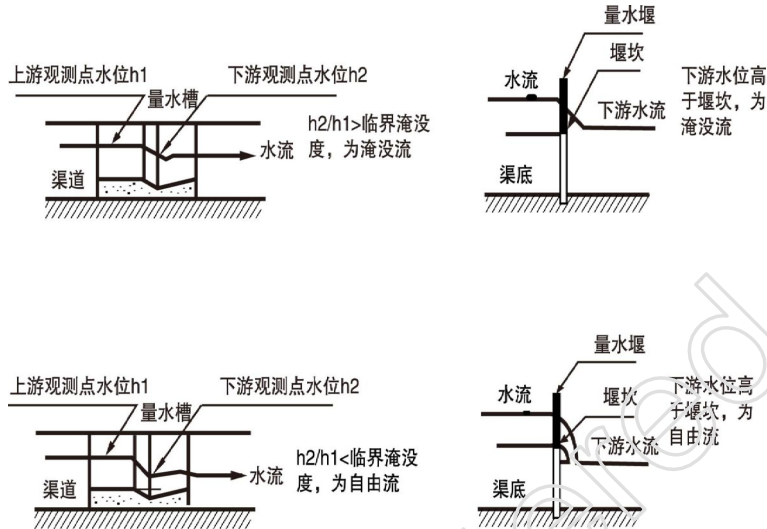

图 4.4.1、自由流与淹没流
- ①. 量水堰槽的中心线要与渠道的中心线重合，使水流进入量水堰槽不出现偏流。
- ②. 量水堰槽通水后，水的流态要自由流。
- 三角堰、矩形堰下游水位要低于堰坎（如图 4.4.1）；巴歇尔槽的淹没度要小于“巴歇尔槽参数”的临界淹没度（如图 4.4.1）。
- ③. 量水堰槽的上游最小要有大于 5 倍渠道宽度的平直段，使水流能平稳进入量水堰槽，标准是“水面没有浪花”。即没有左右偏流，也没有渠道坡降形成的冲力。
- ④. 量水堰槽安装在渠道上要牢固。与渠道侧壁、渠底连结要紧密，不能漏水。使水流全部流经量水堰槽的计量部位。量水堰板的计量部位是堰口；量水槽的计量部位是槽内喉道段。